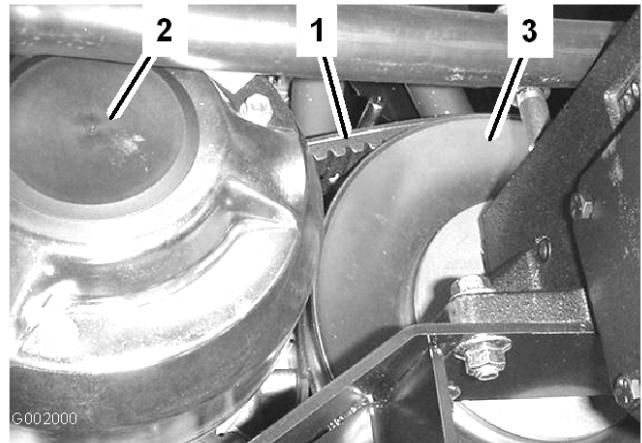

図 60
1. 二次クラッチを回しながら二次クラッチ部分でベルトを外す(図 60)。